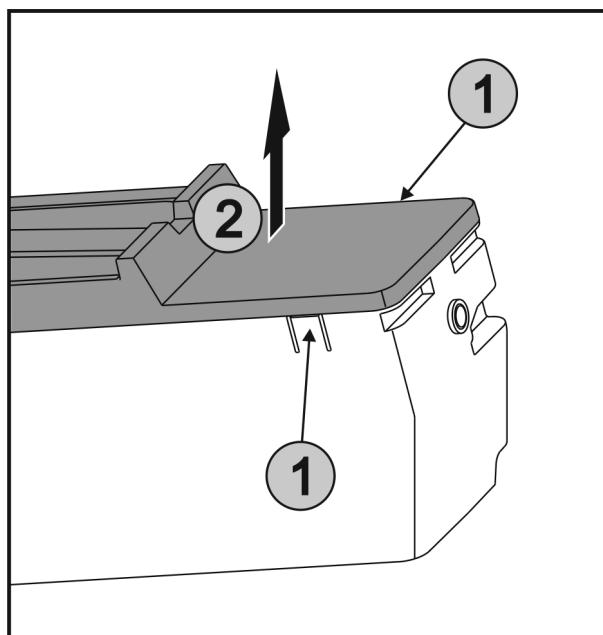

Fig. 31
- ▶ Súčasne stlačte spony Fig. 31 (1) na oboch stranách EasyTwist-Ice a odoberte kryt Fig. 31 (2) nahor.